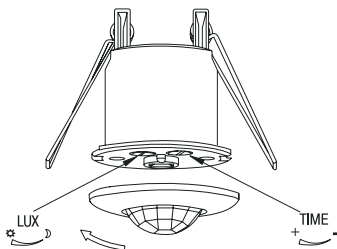

Рисунок 13 – Датчик движения ДД-301
- Повернуть против часовой стрелки крышку с линзой датчика. Снять крышку (рисунок 13).